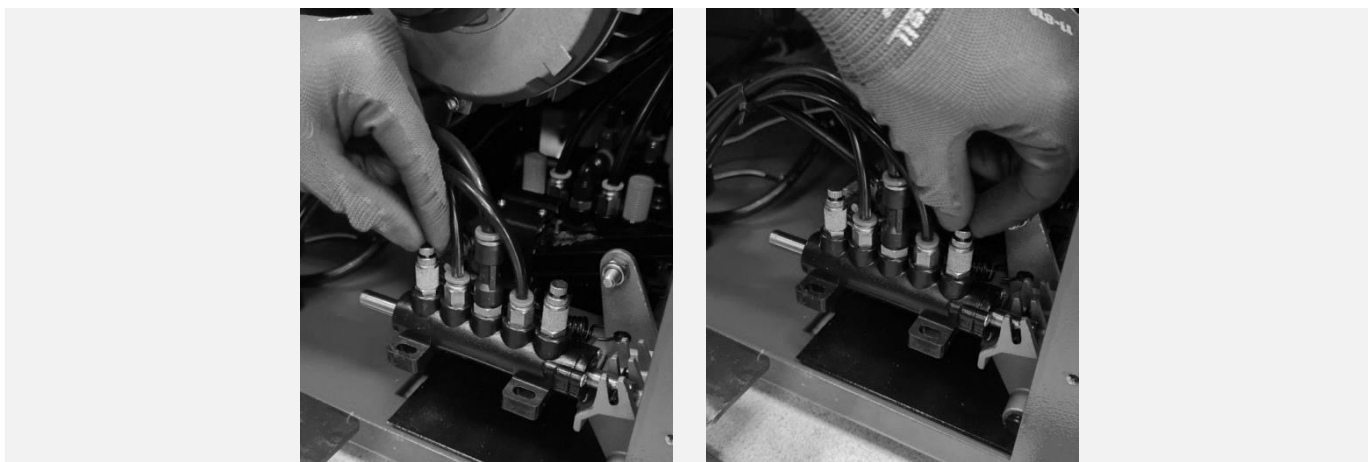

Рисунок 65
**11.7.2** Поворачивая пневмодроссель с глушителем, расположенный на пневматическом распределителе, управляющим движением монтажной колонны (см. Рисунок 65), установить требуемую скорость (плавность) откидывания и возврата в рабочее положение монтажной колонны.